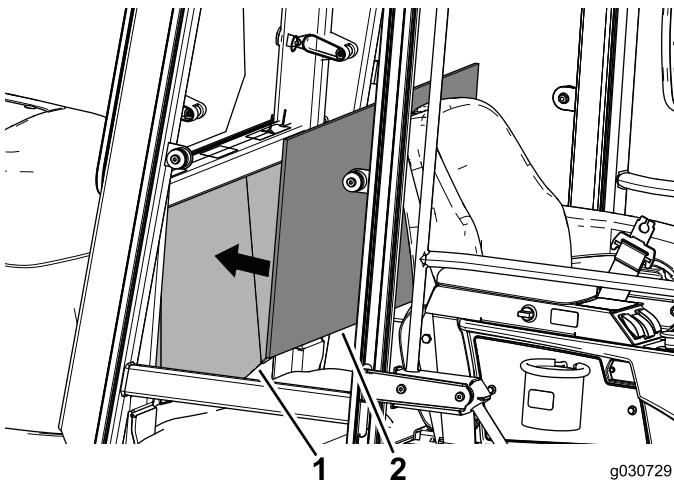

Bild 31
2. Fluchten Sie die Polsterplatte mit der Mitte der hinteren Platte in der Kabine aus, um die Passform und Positionierung zu prüfen (Bild 31).